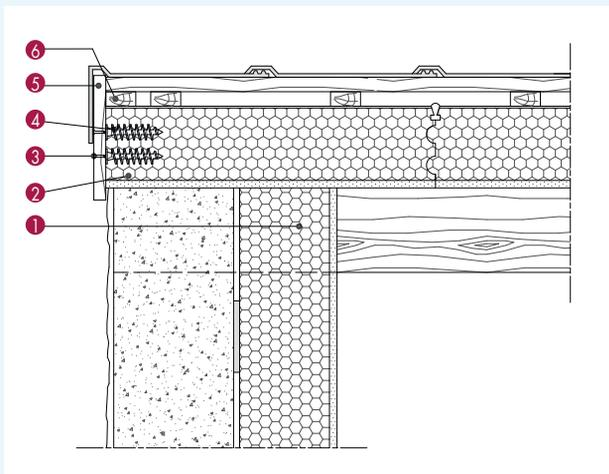

Fig. 22 : Débord en pignon sur mur
- En partie courante de la planche de rive respecter les densités de fixation en fonction de la hauteur de la planche de rive et de la zone de vent concernée. Les chevilles sont implantées en quinconce au 1/3 puis au 2/3 de l'épaisseur de l'isolant. (fig. 22)